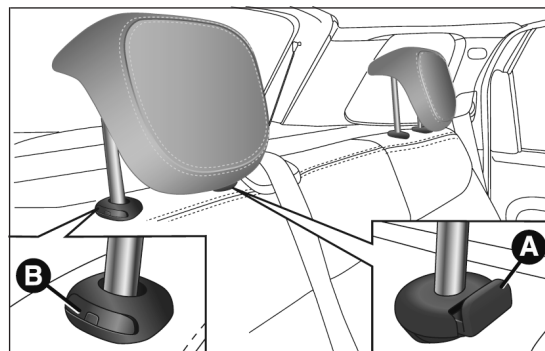

fig. 30
Réglage vers le bas : appuyer sur la touche A fig. 30 et baisser l'appui-tête.
- appuyer sur les touches A et B fig. 30 à côté des deux supports, puis déposer les appuie-tête en les faisant coulisser vers le haut.